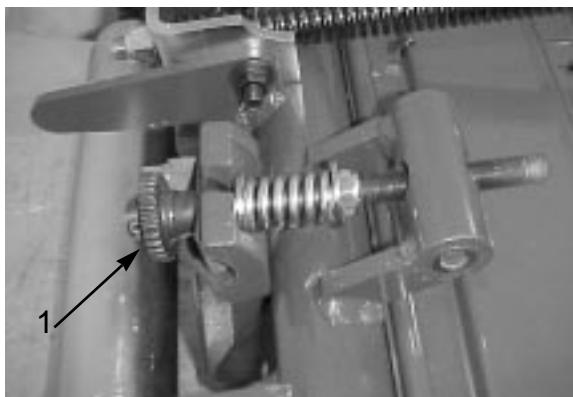

図 16
1. 下刃調整ノブ（SPAノブ；図16）を左に回してリールと下刃の接触をなくす。